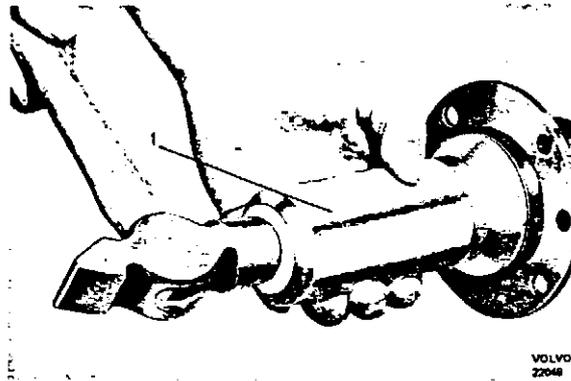

Abb. 17. Einbau des Lageraußenringes
4. Lager mit einem erstklassigen und dauerhaften Wälzlagerfett füllen. Nach Einbau des Lagers soll der gesamte Hohlraum zwischen den Dichtringen mit Fett ausgefüllt sein. Hinterachswelle in das Hinterachsrohr einführen. Lageraußenring mit der Einbauhülse SVO 2205 in das Hinterachsrohr treiben (Abb. 17).